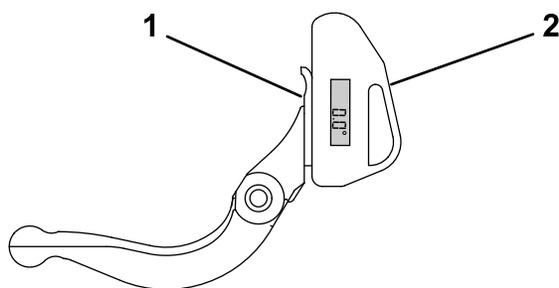

Рисунок 66
1. Установите индикатор угла на нижней стороне неподвижного ножа, как показано на Рисунок 66.